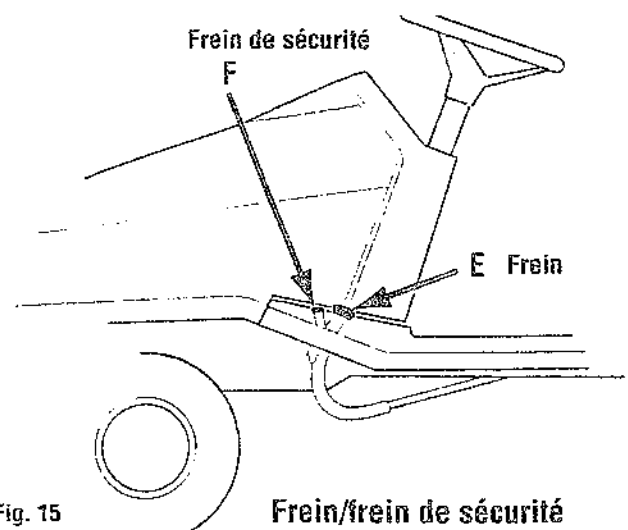
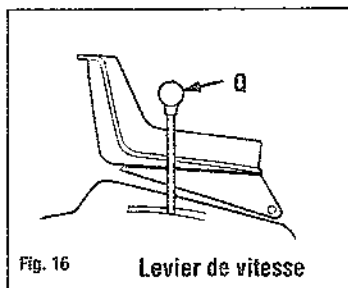

Fig. 15 Frein/frein de sécurité
Fig. 16 Levier de vitesse
- Ne démarrez le tracteur qu'après avoir effectué toutes les vérifications indiquées au début de la section " Fonctionnement " de ce manuel. Mettez le frein de sécurité (F, fig.15), placez l'interrupteur de la commande d'accessoire de prise de force (A, fig.12) en position " ARRET ". Le tracteur ne démarre pas tant que le frein n'est pas enfoncé et/ou que la commande d'accessoire de prise de force est engagée.
Appuyez sur la pédale de frein (E, fig.15) et déplacez le levier de vitesse (G, fig. 16) dans la position désirée. Vous pouvez sélectionner l'une des cinq vitesses avant, le point mort ou la marche arrière. Evitez d'aller trop vite lorsque vous utilisez des accessoires.
**Modèles à transmission manuelle :** placez le levier de vitesse (G, fig.16) au point mort avant de pousser le tracteur.
Conduisez le tracteur lentement et vérifiez le fonctionnement des freins en enfonçant la pédale de frein (E, fig.15). Le tracteur doit s'arrêter. Mettez le frein de stationnement en appuyant sur la pédale de sécurité (F) du bout du pied pendant que la pédale de frein (E) est complètement enfoncée. Pour desserrer le frein de stationnement, appuyer sur pédale de frein et relâchez-la. En cas de problème, arrêtez et réparez.